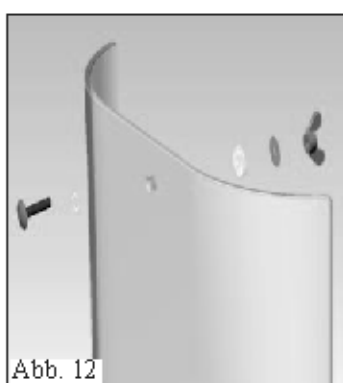

Abb. 12
- Das zuvor entfernte Seitenteil wieder montieren (bei der Version mit Seitenteilen aus Glas die Dichtungen und Schrauben wie in Abbildung 12 anordnen).